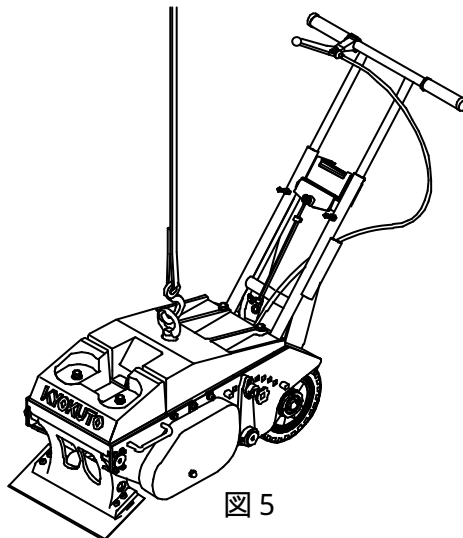

図5
ただし、吊りフックを利用する場合はウエイトを外す必要はありません。(P 6 図 5 参照)
- [1] 吊りフックに吊り具を掛けて、安全を確認しながら吊り上げて下さい。（図5参照）